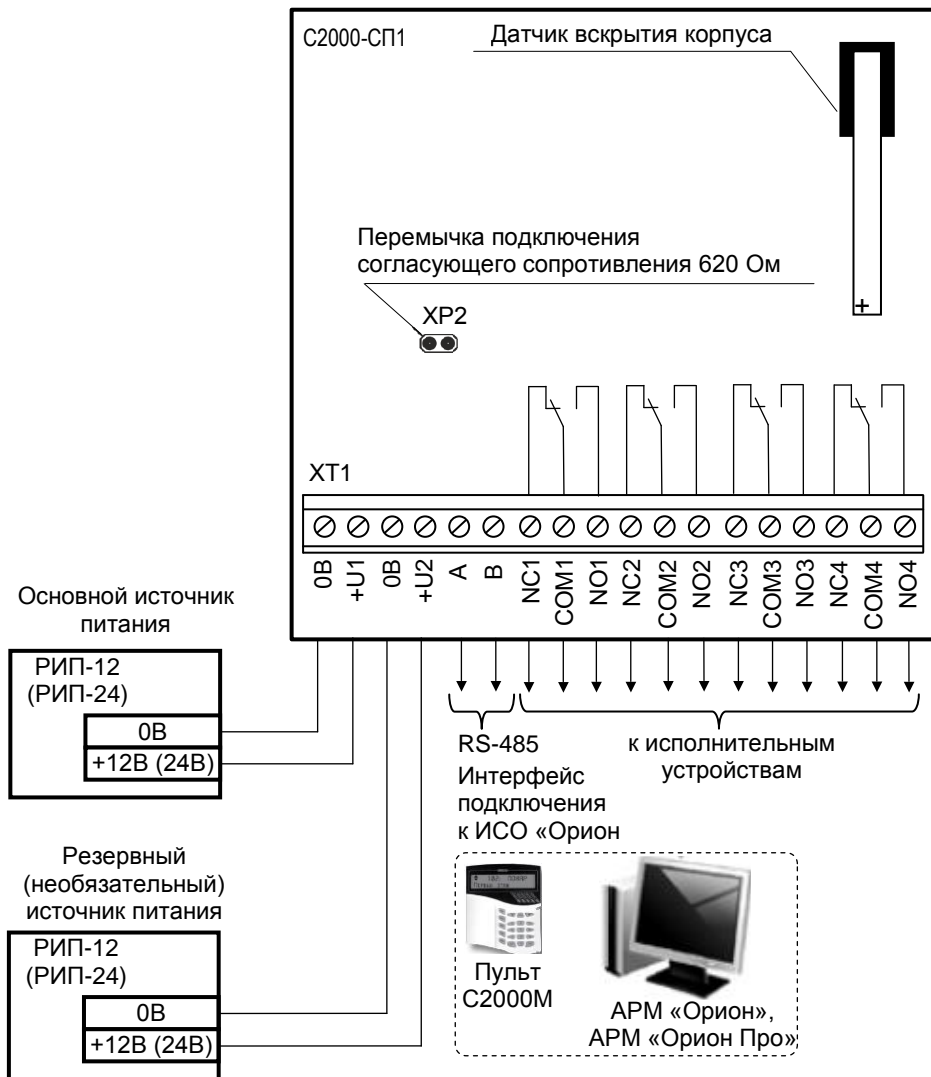

Рисунок 4. Схема внешних соединений блока «С2000-СП1»
2.2 Монтаж соединительных линий производится в соответствии со схемой на рис. 4.
4.1.2 Если блок не является последним в линии интерфейса RS-485, удалите перемычку XP2, расположенную на плате блока (см. рис. 4).